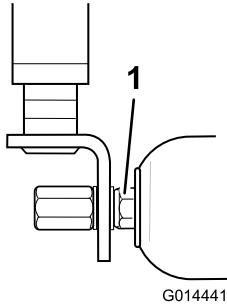

Рисунок 82
- При наличии чрезмерного зазора осторожно затяните гайки с обоих концов ролика ключом только в такой степени, чтобы устранить любой торцевой люфт (Рисунок 82).